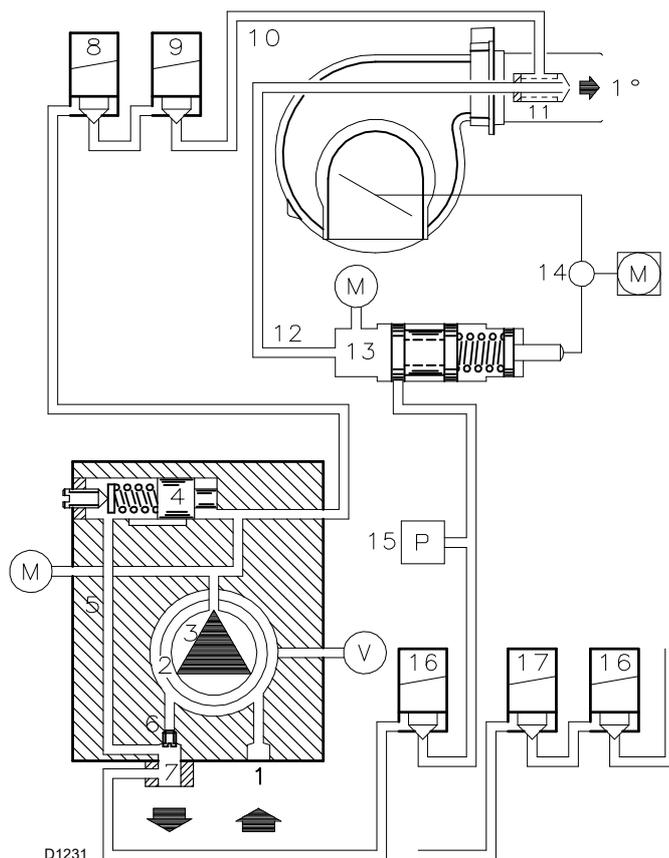

Fig. 29
Elles sont installées sur le brûleur avec la dérivation fermée par la vis 6 (Fig. 29).
- La pompe 3 (Fig. 29) aspire le combustible de la citerne à travers le conduit 1) et le pousse sous pression en refoulement.
Légende (Fig. 29)